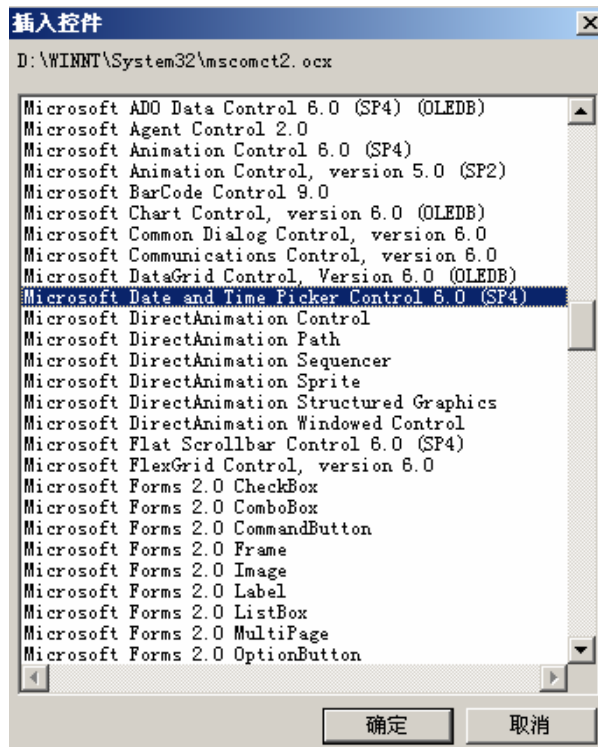

图 4-33 通用控件对话框
(1) 在工程浏览器窗口的数据词典中定义三个内存实型变量：
(2) 新建一画面， 名称为： 日历控件画面。
(3) 单击工具箱中的插入通用控件工具， 在弹出的通用控件窗口中选择如下控件， 如图 4-33 所示。